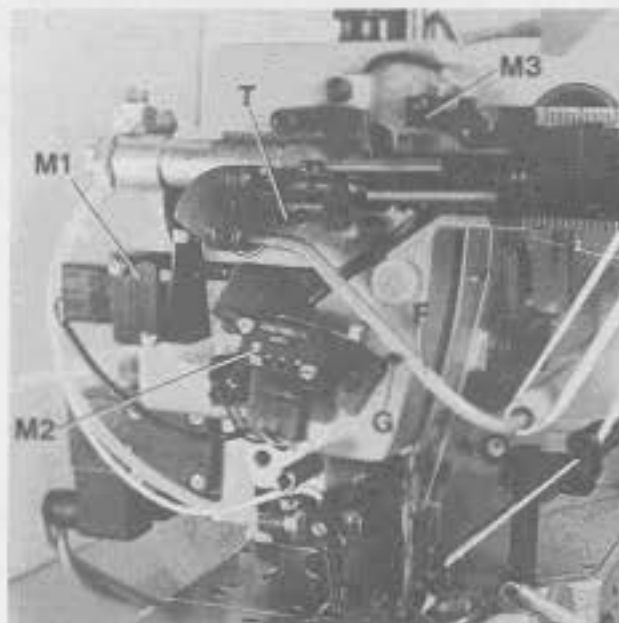

Fig.58
Micro switch M1, Figs. 58 and 59:
Micro switch M3, Figs. 58 and 60:
Mikroschalter M1, Fig. 58 und 59:
Mikroschalter M3, Fig. 58 und 60:
3. Move actuating lever (F, Fig. 58) between the two stop roll pins (G and T) very slowly up and down. Yet the actuating lever (F) must reach a neutral position between lower and upper roll pin (G and T), where the rotating puller roller of the metering device visibly stops, before it rotates in the opposite direction, when moving the actuating lever further on. I.e. the switching of the micro switches (M1 and M2) is not allowed to overlap! If necessary, reposition micro switches (M1 and M2) slightly. Observe the end play of the roller lever of the switches, as described above.
The actuating lever (F, Fig. 58) effects by switching on and off the motor of the metering device with micro switch (M1), that the required amount of lace respectively elastic is metered exactly under the preset tension.
The second tension can be selected while sewing with a knee valve actuated air cylinder. By the increased spring tension yet the actuating lever (F, Fig. 58) is pressed against stop roll pin (T). Simultaneously micro switch (M2) switches the motor respectively the puller roller of the metering device to rotate in the opposite direction until the second tension is reached, under which lace or elastic is again metered uniformly.
3. Bewegen Sie den Schaltbügel (F, Fig. 58) zwischen den beiden Anschlag-Spannhülsen (G und T) sehr langsam auf und ab. Dabei muß der Schaltbügel (F) zwischen unterer und oberer Spannhülse (G und T) eine neutrale Stellung erreichen, bei der die sich drehende Walze des Zumeßgeräts sichtbar stoppt, bevor sie sich, beim Weiterbewegen des Schaltbügels, in entgegengesetzter Richtung dreht. Das heißt, das Schalten der Mikroschalter (M1 und M2) darf sich nicht überlappen! Wenn notwendig versetzen Sie die Mikroschalter (M1 und M2) ein wenig. Beachten Sie dabei das Spiel der Schalter-Rollenhebel, wie vorstehend beschrieben.
Der Schaltbügel (F, Fig. 58) bewirkt durch Ein- und Ausschalten des Motors des Zumeßgeräts mit dem Mikroschalter (M1), daß die benötigte Spitzen- bzw. Gummibandmenge unter der voreingestellten Spannung genau zugemessen wird.
Die zweite Spannung kann während des Nähens mit einem durch Knieventil betätigten Luftzylinder angewählt werden. Der Schaltbügel (F, Fig. 58) wird dabei durch die erhöhte Federspannung gegen die Anschlag-Spannhülse (T) gedrückt. Gleichzeitig schaltet der Mikroschalter (M2) den Motor bzw. die Walze des Zumeßgeräts in die entgegengesetzte Drehrichtung bis die zweite Spannung erreicht ist, unter welcher Spitze oder Gummiband wieder gleichmäßig zugemessen wird.